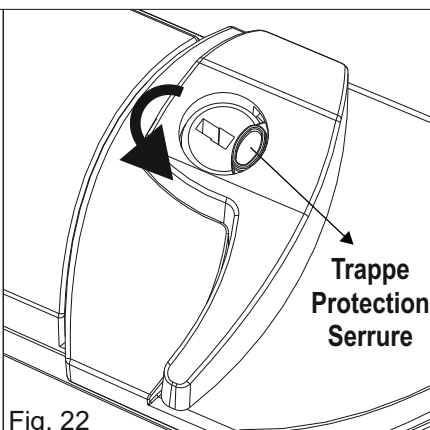

Fig. 22
- 1) Tournez dans le sens inverse des aiguilles d'une montre la trappe de protection de la serrure (Fig. 22)